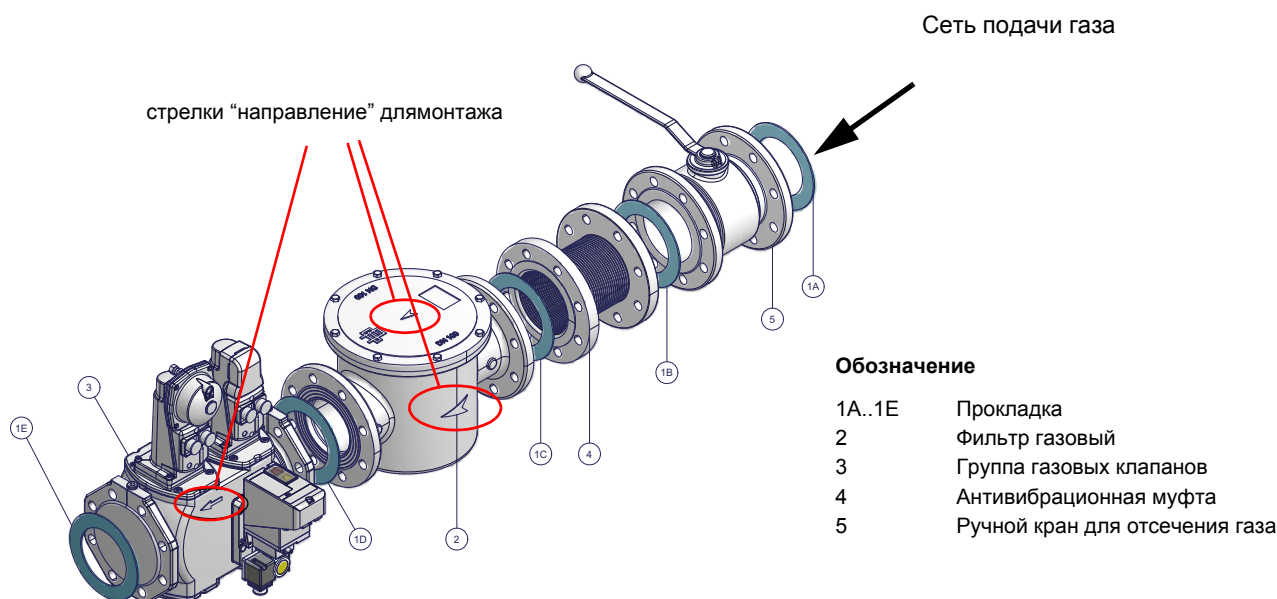

Рис. 2 - Пример газовой раампы
- 1 - б) при фланцевых соединениях: между соседними компонентами устанавливать прокладку (1A..1E - Рис. 2), совместимую с используемым газом,
ВНИМАНИЕ: после монтажа газовой раампы согласно схеме на Рис. 2, необходимо провести тестирование на герметичность газового контура, согласно требований действующих нормативов.